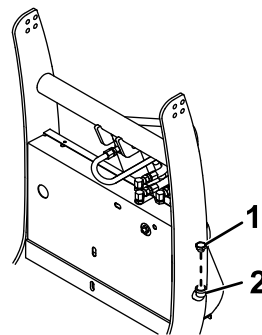

Figure 31
- Nettoyez la surface autour du bouchon de remplissage (Figure 31).
- Retirez le bouchon de remplissage du réservoir hydraulique (Figure 31).